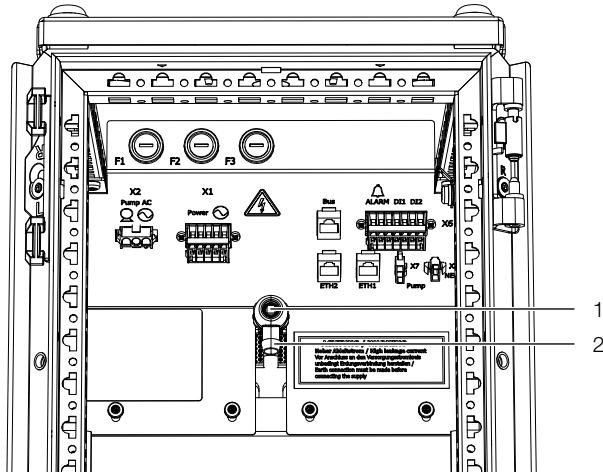

Imagen 95: Desaireación del intercambiador de calor
- Introduce el tubo de desagüe de los accesorios en la válvula de desaireación sobre el conector (imagen 95, pos. 2).
- Abre la válvula de desaireación (imagen 95, pos. 1) con la llave cuadrada suministrada